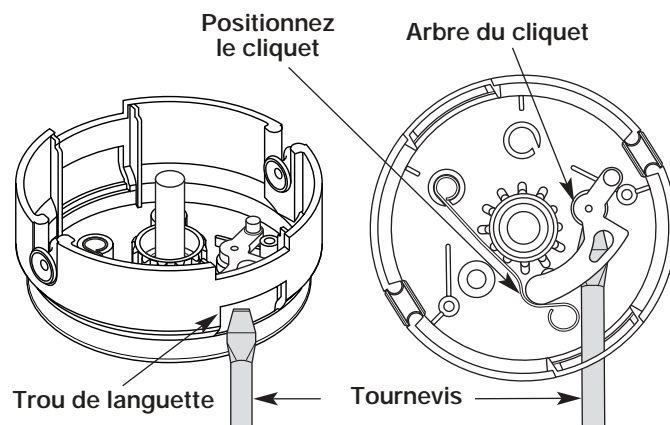

Fig. 18
1. Positionnez le cliquet de manière qu'il soit accroché par le ressort (Fig. 18).
2. Introduisez un tournevis à tête plate de taille moyenne à travers le trou de languette de la bobine extérieure et sous le cliquet (Fig. 18). Positionnez l'extrémité du tournevis juste à côté de l'arbre du cliquet.